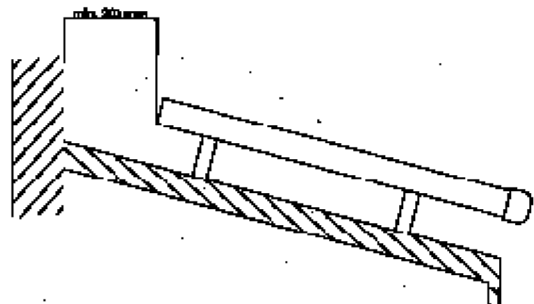

Bild 4.2.1
- Transportprofile nach dem Achsmaß ausrichten (Tab. 1) und so am vorderen Stützfuß mit einer Schraube verschrauben, daß der Kasten noch auf die Transportprofile aufgesteckt werden kann (Bild 4.2.1) (mindestens 200 mm zwischen Wand und Transportprofil)